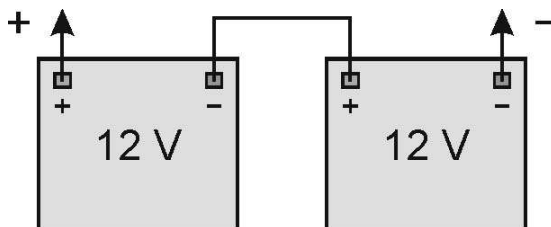

Рисунок 3
- ✓ подключите новые аккумуляторные батареи в соответствии со схемой, которая приведена на рис. 3.